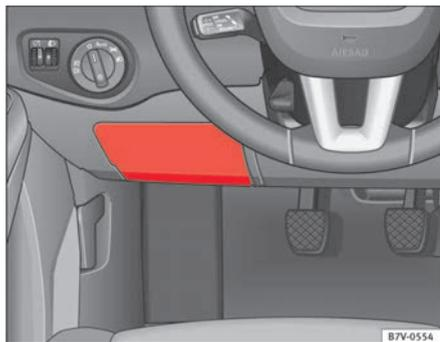

Abb. 209 Auf der Fahrerseite in der Instrumententafel: Abdeckung des Sicherungskastens.
- Hinter die Abdeckung ⇒ Abb. 209 greifen und Abdeckung nach vorn abziehen.